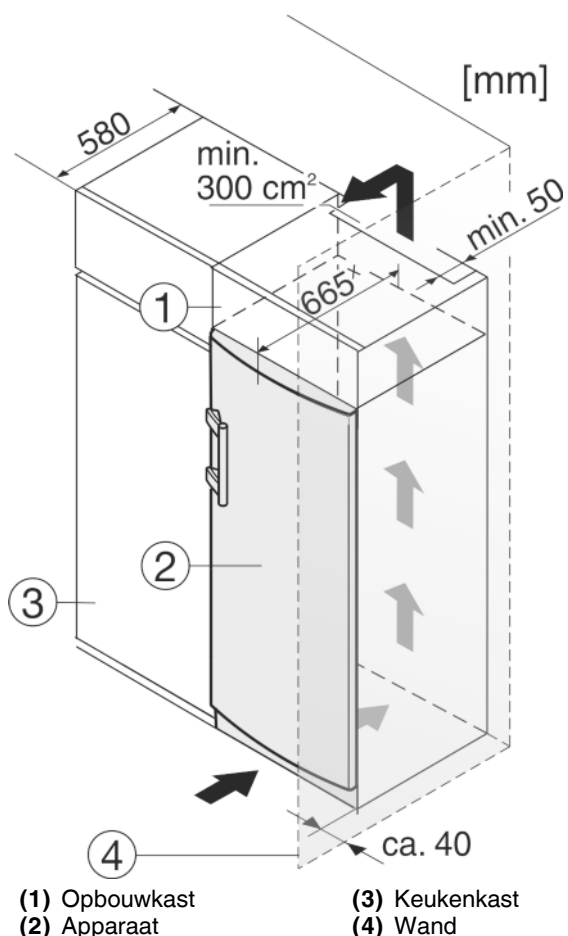

Fig. 10
- (1) Opbouwkast
- (2) Apparaat
- (3) Keukenkast
- (4) Wand
Bij ombouw met keukenkasten (max. diepte 580 mm) kan het apparaat direct naast de keukenkast Fig. 10 (3) worden opgesteld. Ten opzichte van het keukenkastfront steekt het apparaat opzij 70 mm^x en in het midden van het apparaat 85 mm^x uit.
Plaats u het apparaat met de scharnierkant naast een muur Fig. 10 (4), dan moet de afstand tussen apparaat en muur minstens 40 mm bedragen. Dit in verband met het uitsteken van de deurgreep bij een geopende deur.